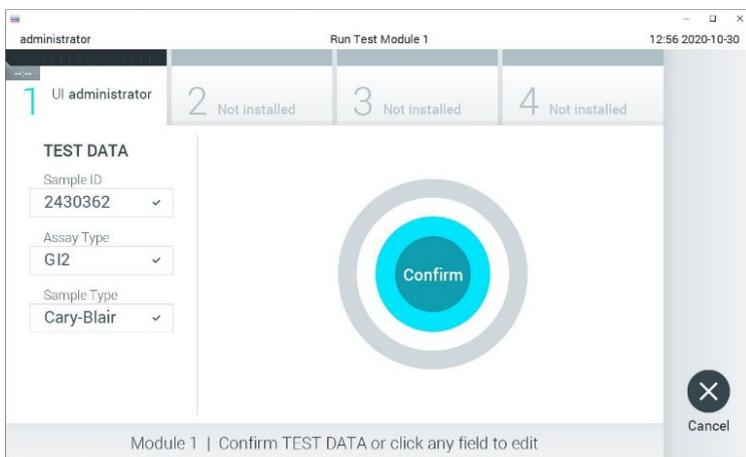

Figura 12. Conferma dell'inserimento dei dati.
9. Quando tutti i dati visualizzati sono corretti, premere Confirm (Conferma). Se necessario, selezionare il campo appropriato per modificarne il contenuto o premere Cancel (Annulla) per annullare il test (Figura 12).